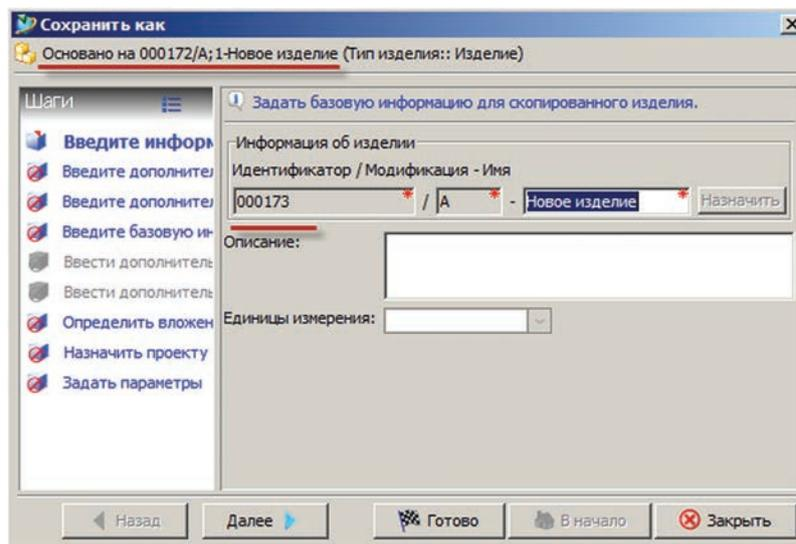

Рисунок 4.13
- в открывшемся диалоговом окне мастера **Сохранить как** на первом шаге необходимо задать обязательную атрибутику вновь создаваемого изделия, при этом имя вновь создаваемого изделия будет скопировано из исходной, а для задания идентификатора и модификации можно воспользоваться командой **Назначить** (рис. 4.13);